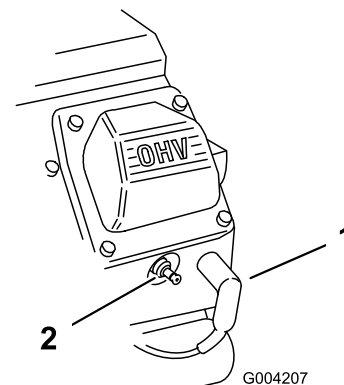

Bild 155
3. Stecken Sie die Zündkerzenstecker auf die Zündkerzen (Bild 155).